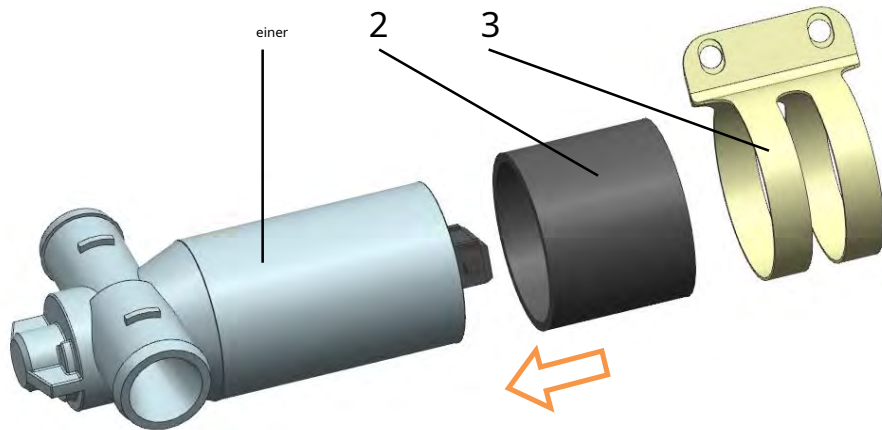

Abb. 202. Baugruppe Leerlaufregler:
6. Gummiring 2 (Abb. 202) und Klemme 3 an der Umlenkrolle montieren